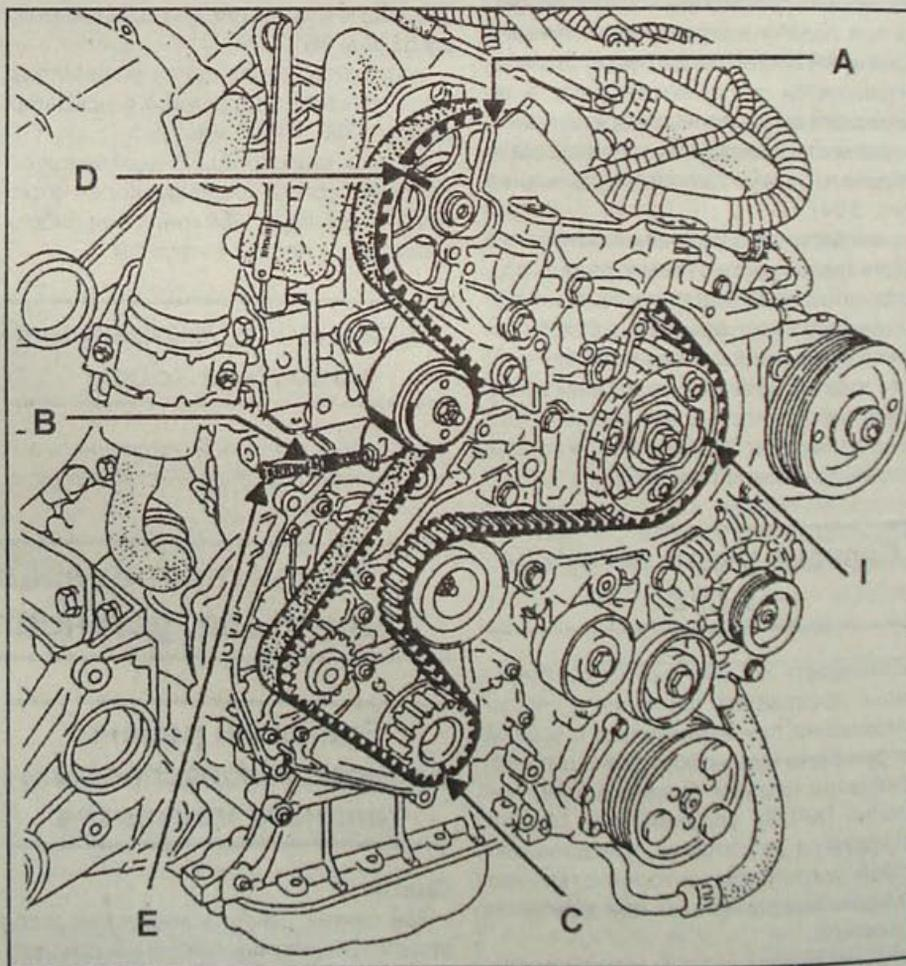
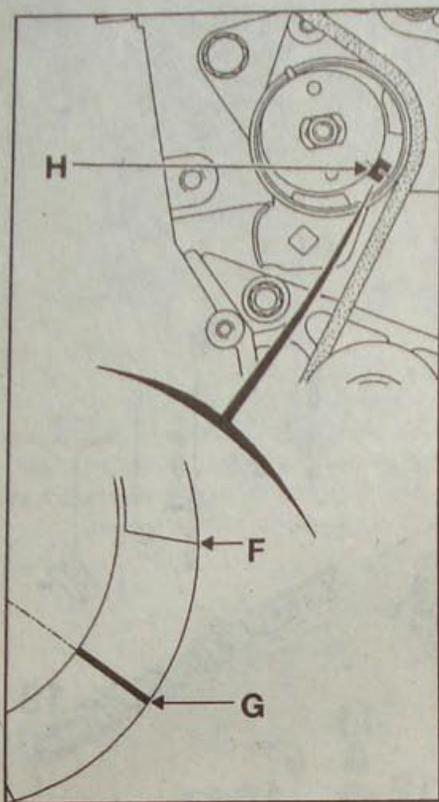

Рис. 3.31. Положение меток при установке фаз газораспределения:
Рис. 3.33. Расположение меток при натяжении ремня привода газораспределительного механизма:
- Проверните коленчатый вал до тех пор, пока метка на шкиве коленчатого вала (С, рис. 3.31) не будет направлена вниз,
- а метка (D) на шкиве распределительного вала – слева под углом приблизительно 45° (внутренняя метка А шкива распределительного вала должна находиться напротив метки на крышке головки цилиндров) и метка (I) шкива ТНВД – напротив метки на кожухе ТНВД.
- Регулировка натяжения ремня проводится с помощью регулировочного болта (E, рис. 3.31).
- Вращая болт (E, рис. 3.31) натяните ремень привода газораспределительного механизма, при этом скоба-метка (H, рис. 3.33) натяжного ролика должна совместиться с упором (F) и, не прилагая большого усилия, затяните стопорную гайку регулировочного винта.
- Отверните стопорную гайку регулировочного болта, затем постепенно приведите натяжной ролик в номинальное положение, когда штрих-метка (G, рис. 3.33) проходит по центру скобы-метки (H).
- Удерживая регулировочный болт (E, рис. 3.31) от проворачивания, затяните контргайку (B).
- Вращая болт (Е, рис. 3.31) натяните ремень привода газораспределительного механизма, при этом скоба-метка (Н, рис. 3.33) натяжного ролика должна совместиться с упором (F) и, не прилагая большого усилия, затяните стопорную гайку регулировочного винта.
- Отверните стопорную гайку регулировочного болта, затем постепенно приведите натяжной ролик в номинальное положение, когда штрих-метка (G) пройдет по центру скобы-метки (Н). Затяните стопорную гайку моментом 30 Н·м.